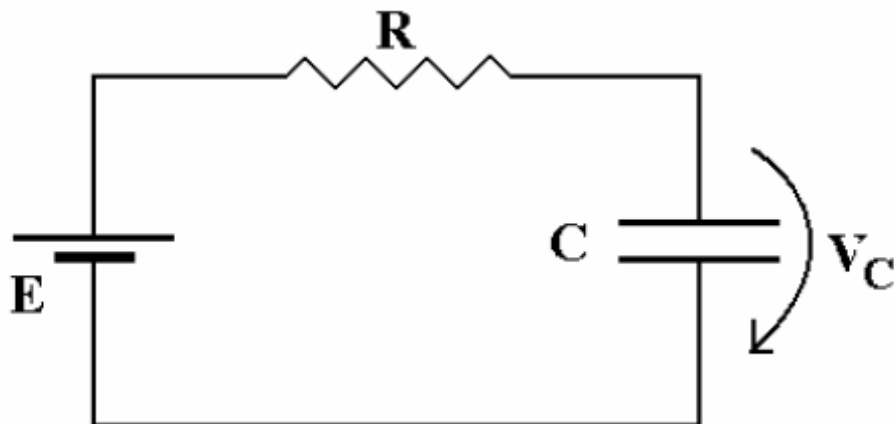
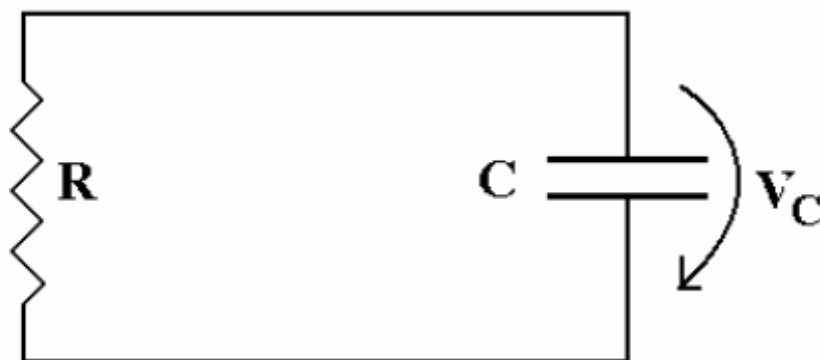

Figura 1.
Figura 2.
No circuito da figura 1 a queda de tensão nos terminais do condensador é igual á d.d.p. da fonte que está a alimentar o circuito:
Na descarga do condensador o fenómeno é análogo (figura 2). A queda de tensão nos terminais do condensador em regime permanente é nula. No entanto, se no instante inicial a queda de tensão é E (condensador carregado), a queda de tensão não decai instantaneamente a 0, isto é, o sistema passa, do instante inicial ($V_C = E$) ao instante em que $V_C = 0$ (regime permanente), por um regime transitório.
- A ligação do pin 48 disponibiliza VCC ou ground comum ao circuito consoante o objectivo seja a carga (figura 1) ou descarga (figura 2) do condensador.